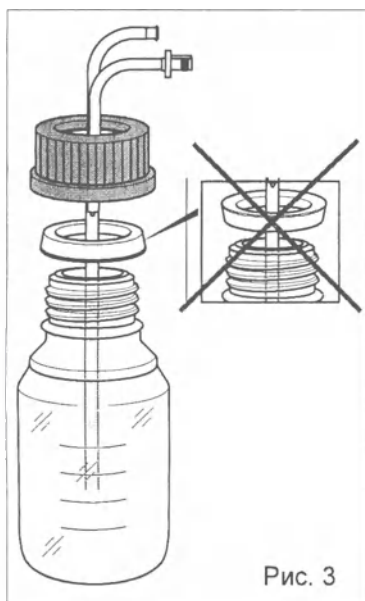

Рис. 3
- ◇ Полностью заполните жидкостью емкость для сбора фрагментов ткани и закройте ее с помощью навинчивающейся крышки (рис. 3).